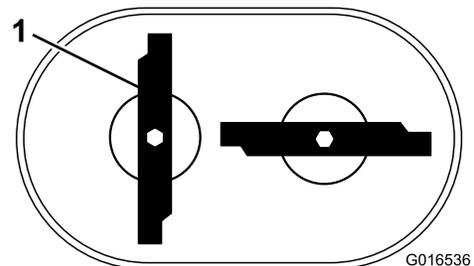

Figure 41
**Remarque:** Les lames doivent être perpendiculaires et former un « T » inversé, comme montré à la Figure 41.